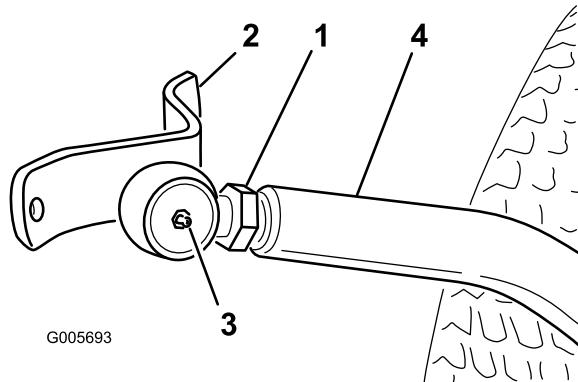

Figure 19
- Vissez la rotule dans le bras de poussée droit jusqu'à ce que le centre de la rotule se trouve à 60 mm de l'avant du bras de poussée (Figure 19). Ne serrez pas l'écrou de blocage.